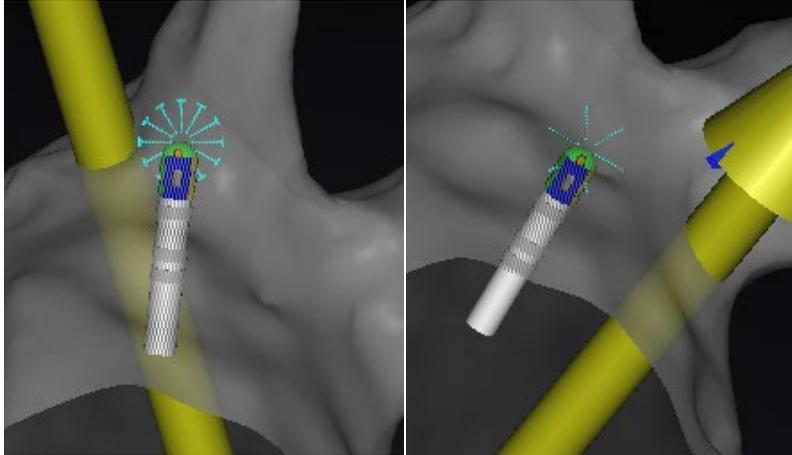

Figura 7. A explosão em estrela indica: Contacto ideal (esquerda); Em contacto (direita)
- Contacto ideal (**Figura 7, esquerda**)
- Em contacto (**Figura 7, direita**)